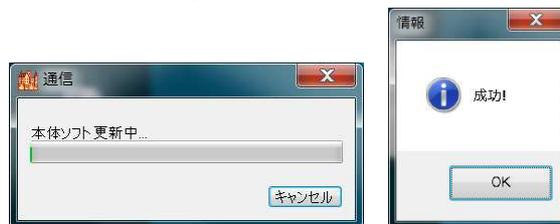

図7 更新中及び更新終了画面
- ⑧ 更新が開始され FRW → 本体ソフトの順番で更新されますので、図7右の様に「成功!」と表示されるまでお待ちください。(目安時間: 2~4分)